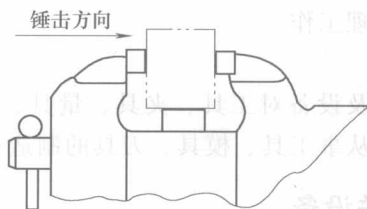

图 1-8 锤击力方向
- 3) 用锤子进行强力作业时,锤击力应朝向固定前身,如图1-8所示。